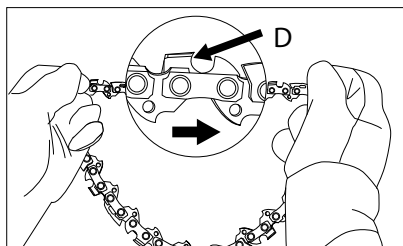

Рис. 7
5. Расстелите цепь в круг, направив режущие кромки (D) в соответствии с указателями на защитной крышке и на шине бензопилы (рис. 7).